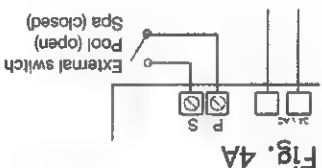

Fig. 4A
- branchez les deux fils des bornes J7 (P_S) de la carte HPEC-003 aux bornes d'un interrupteur NO (voir FIG. 4A) ;
- Run two J7 (P_S) terminal wires from the HPEC-003 board to the NO switch terminals (see FIG. 4A).